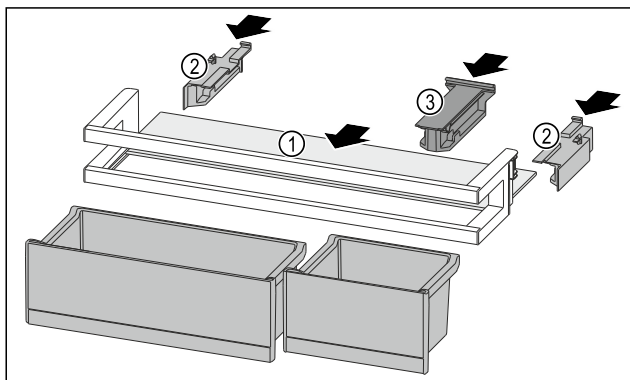

Fig. 91
- ▶ Odkládací plochu Fig. 91 (1) zasuňte do bočních vybrání.
- ▶ Boční díly Fig. 91 (2) vložte.
- ▶ Držák Fig. 91 (3) vložte.